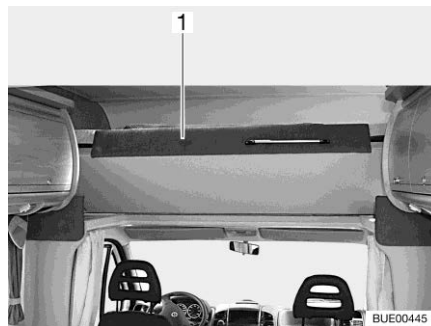

Bild 103 Alkovenbett, nach oben geklappt
- Alkovenbett (Bild 103,1) vorn nach oben klappen. Das Alkovenbett wird von Gasdruck-Federn in der oberen Stellung gehalten.